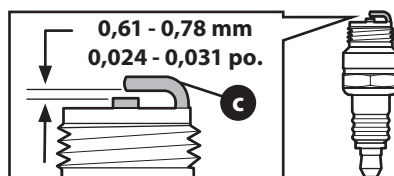

Figure 16
3. Mesurez l'écartement avec une jauge d'épaisseur. Pliez un peu le côté de l'électrode (v) pour ajuster l'écartement (Figure 16). L'écartement doit être de 0,61 - 0,78 mm (0,024 - 0,031 po).